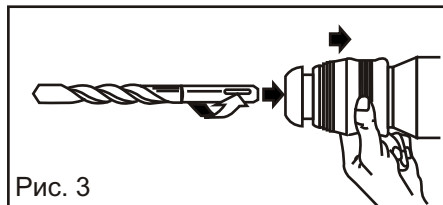

Рис. 3
7.2 Вставьте долото в инструмент. Поворачивайте и нажимайте на долото в направлении показанном на Рис. 3, до тех пор пока, оно не будет зафиксировано в патроне.